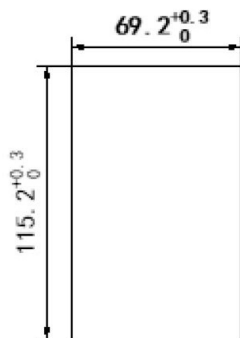

图7.1b 操作面板安装（柜门开孔）尺寸图
7.4.2 图7.1b：操作面板安装（柜门开孔）尺寸图，操作面板可以直接安装在柜门门板上。